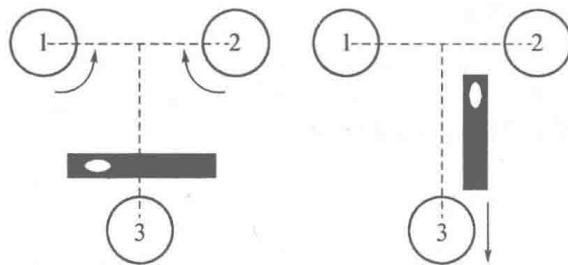

图 2-6 用脚螺旋精平
- (1) 用三脚架或脚螺旋使光学对中器分划板上的圆心或十字丝交点对准测点。
- (2) 用三脚架腿的伸缩部分调节三脚架腿的长度,使仪器基本水平(即圆水准器气泡居中)。
- (3) 用脚螺旋使经纬仪精确整平(长水准管在任意一个方向都居中,调整方法见图2-6)。
- (4) 在架头上平移仪器,使仪器精确对中。
(5) 重复第3、4步,达到精确对中和整平。